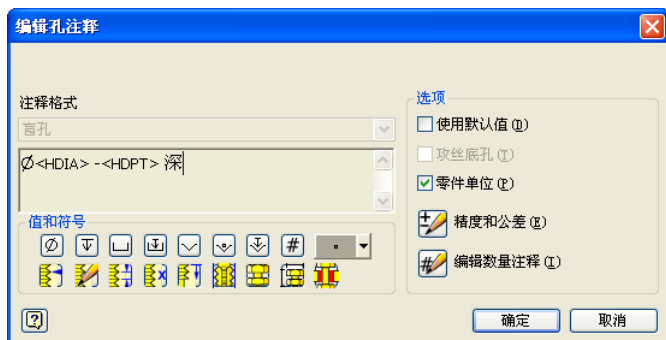

图 5-37 “编辑孔注释”对话框
(2) 选择【编辑孔尺寸】选项则打开【编辑孔注释】对话框, 如图 5-37 所示, 可以为现有孔标注添加符号或值、编辑文本或者修改公差。在【编辑孔注释】对话框中, 单击以清除【使用默认值】复选框中的复选标记; 在编辑框中单击并输入修改内容; 单击相应的按钮为尺寸添加符号或值; 要添加文本, 可以使用键盘进行输入; 要修改公差格式或精度, 可以单击【精度与公差】按钮并在【精度与公差】对话框中进行修改。需要注意的是, 孔标注的默认格式和内容由该工程图的激活尺寸样式控制。要改变默认设置, 可以编辑尺寸样式或改变绘图标准以使用其他尺寸样式。